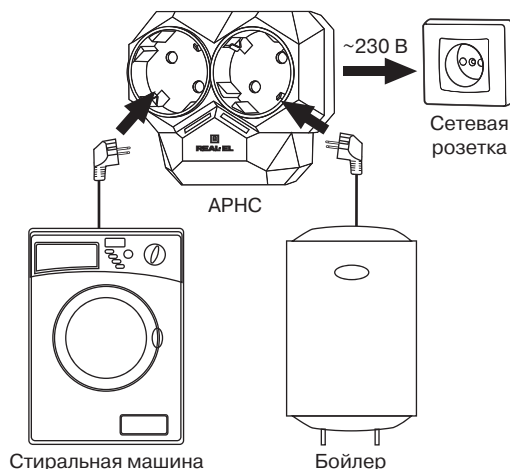

Рис. 2. Примерная схема подключения
- Подключите вилку ❸ АРНС к стандартной розетке бытовой электросети 230 В/50 Гц (см. примерную схему подключения на рис. 2). Активны индикаторы ❶ и ❷.
- Ко второй розетке ❷ подключите один из бытовых электроприборов, работа которых не критична к кратковременным прерываниям электропитания (например, электрический водонагреватель, электроконвектор, электрическая система подогрева пола и т. п.).
- К розетке «Priority» ❶ подключите электроприбор, работа которого необходима в данный момент времени и прерывание электропитания которого недопустимо (например, автоматические стиральная и посудомоечная машины, электронасос системы водоснабжения, электрочайник, печь СВЧ, фен и т. п.).
- При потреблении устройством, подключённым к розетке «Priority» ❶ мощности более 100 Вт, происходит автоматическое отключение питания второй розетки ❷. При этом индикатор ❷ не активен. Питание второй розетки автоматически возобновляется через 2 секунды после снижения мощности потребляемой устройством, включенным в розетку «Priority», ниже 100 Вт (спящий режим, режим таймера и т. д.). При возобновлении работы устройства, подключенного к розетке «Priority», на полную мощность цикл снова повторяется.
- Пример работы АРНС проиллюстрирован на рис. 2. Стиральная машина, включенная в розетку «Priority», установлена в режим таймера. Пока таймер стиральной машины не запустит режим стирки, включенный во вторую розетку водонагреватель будет продолжать работу. Как только стиральная машина заработает, вторая розетка отключится до тех пор, пока не закончится процесс стирки (когда вторая розетка отключена, индикатор ❷ не активен).